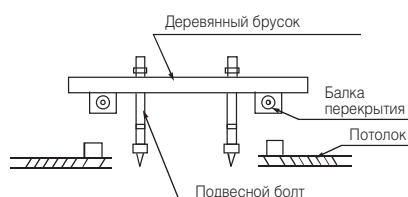

Рис. 4-5
- Смонтируйте подвесные болты в зависимости от типа конструкции (рис. 4-5 – 4.10))
**Деревянная конструкция:** Расположите деревянный брусок над балками перекрытия, затем закрепите подвесные болты (рис. 4-5).